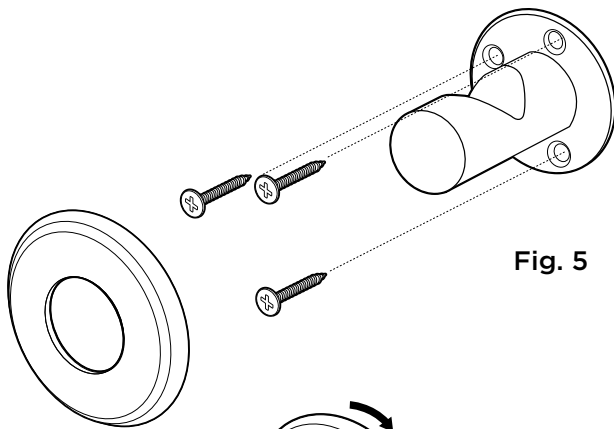

Fig. 5
- Para instalar el gancho de la bolsa, mida 44" hacia arriba del piso terminado en la ubicación deseada y marque la pared. **Fig. 5**